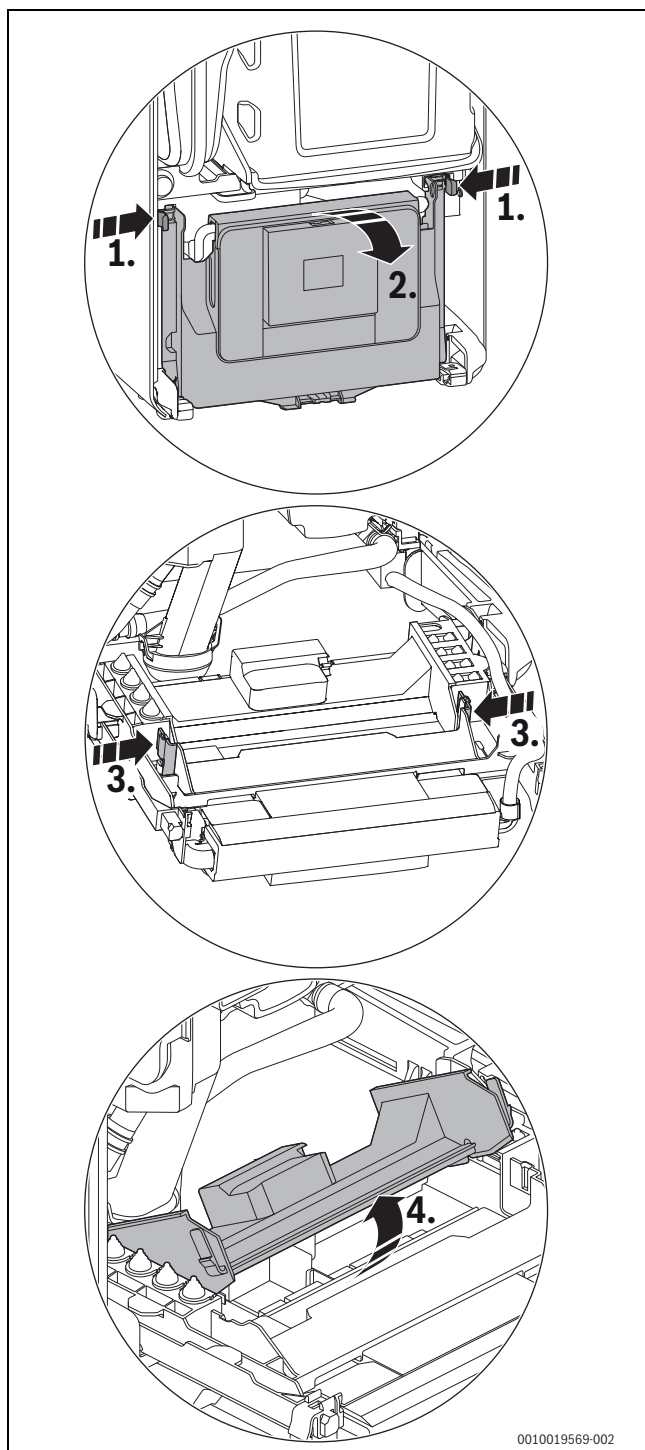

Bild 91 Abdeckung öffnen
- Steuergerät herunterklappen (→ Bild 91, Seite 49).